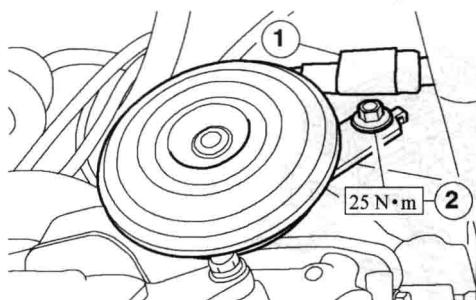
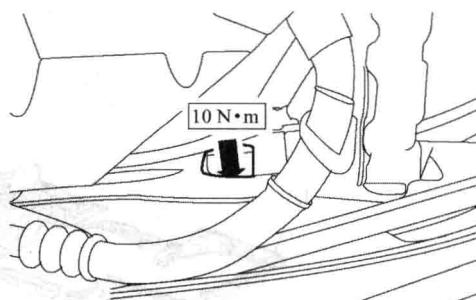

图 1-9 拆下喇叭步骤
图 1-10 拆下前保险杠右侧固定螺栓
(2) 拆下前轮。
(3) 拆卸扬声器（喇叭），如图 1-9 所示。
- ① 取下扬声器（喇叭）插头。
- ② 拆下固定螺栓。
(4) 拆下空气滤清器。
(5) 拆下前保险杠右侧固定螺栓，如图 1-10 所示。